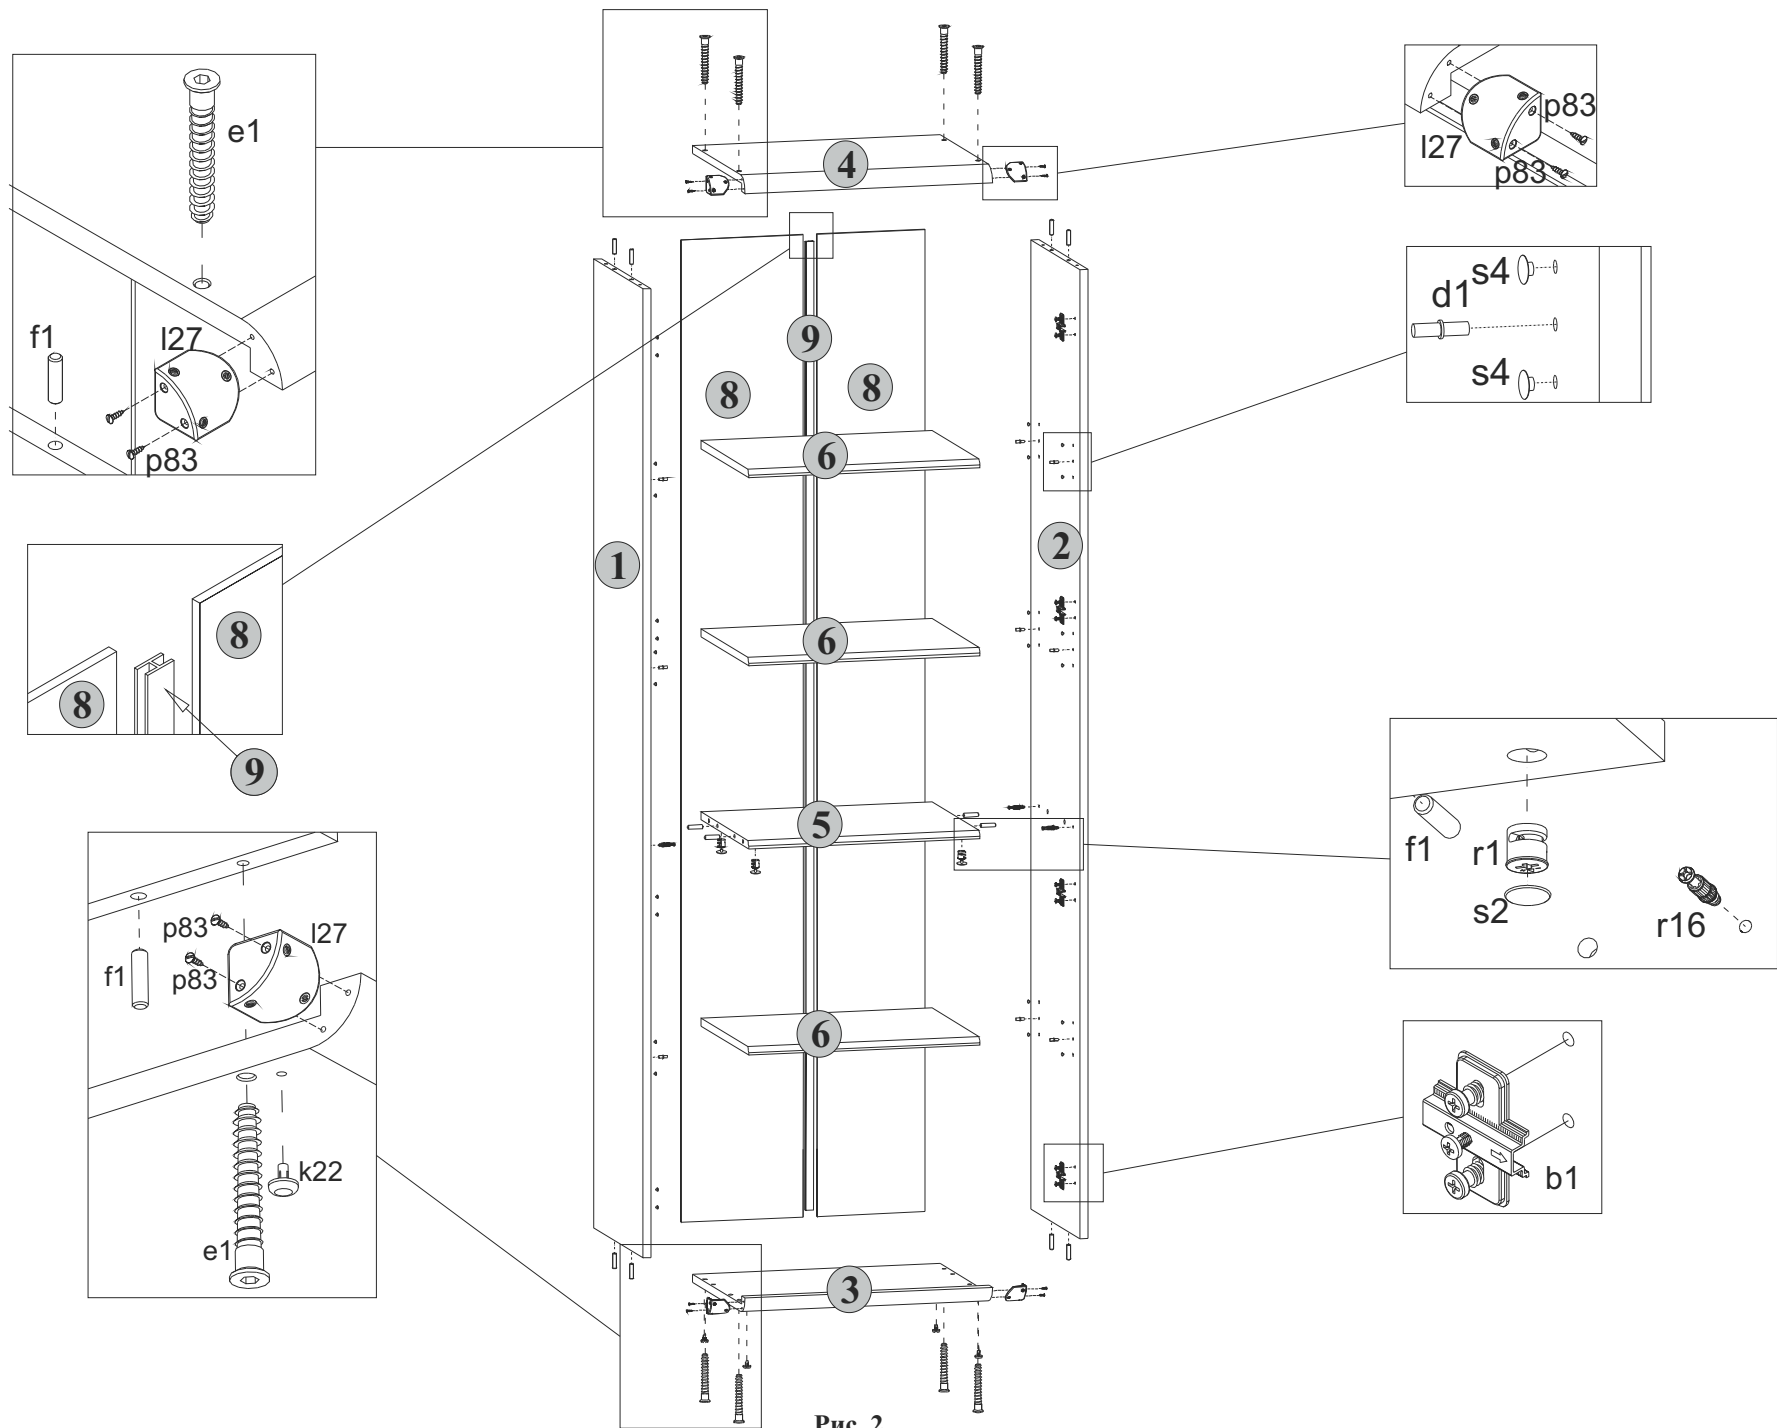

Рис. 2
отверстия закрыть заглушками **s4** (см.рис. 2).
5.6 На нижней поверхности полки соединительной **5** в отверстия диаметром **15 мм** вставить стяжки эксцентриковые **г1** (см.рис. 2).
5.7 В отверстия диаметром **4,5 мм** на нижней поверхности щита нижнего **3** вставить опоры полимерные **k22** (подпятники) (см.рис. 2).
5.8 К стенкам боковым **1 и 2** присоединить щиты нижний **3** и верхний **4** и стянуть еврошурупами **e1**, пользуясь специальным ключом **z1** из комплекта фурнитуры (см.рис. 2).
- 5.2 В отверстия диаметром 8 мм на верхних и нижних кромках стенок боковых 1 и 2, а также на боковых кромках полки соединительной 5 вбить деревянные шканты f1 (см.рис. 2).
- 5.4 В отверстия диаметром 5 мм в центральной части на внутренних поверхностях стенок боковых 1 и 2 вкрутить винты стяжки r16 для установки полки соединительной 5, пользуясь крестообразной отверткой (см.рис. 2).